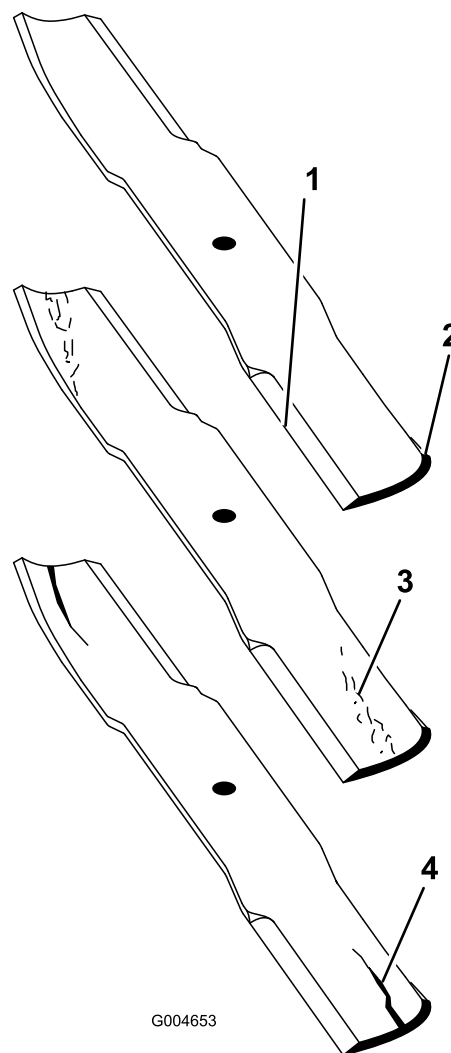

Bild 21
1. Untersuchen Sie die Schnittkanten (Bild 21). Entfernen und schärfen Sie die Messer, wenn die Schnittkanten nicht scharf sind oder Auskerbungen aufweisen. Siehe „Schärfen der Messer“.
2. Untersuchen Sie die Schnittmesser, insbesondere den flachen Bereich (Bild 21). Wenn Sie Schäden, Verschleiß oder Rillenbildung in diesem Bereich feststellen (Bild 21), sollten Sie sofort ein neues Schnittmesser einbauen.